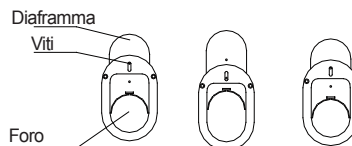

Fig. 14
- Installare dopo l'installazione del tubo di collegamento e di drenaggio secondo la Fig. 14.